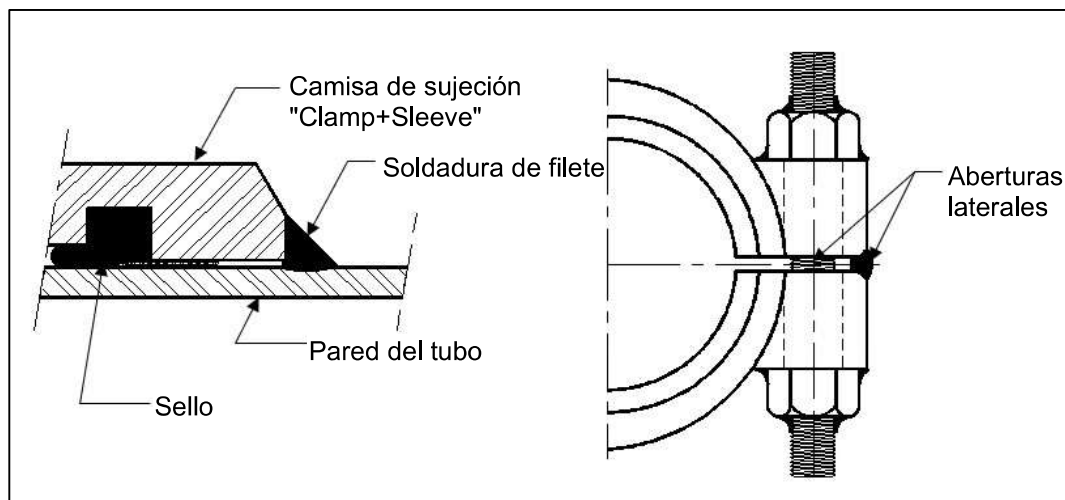

Figura 13
1. Soldar en filete los extremos al tubo. (Consulte la Figura 13)